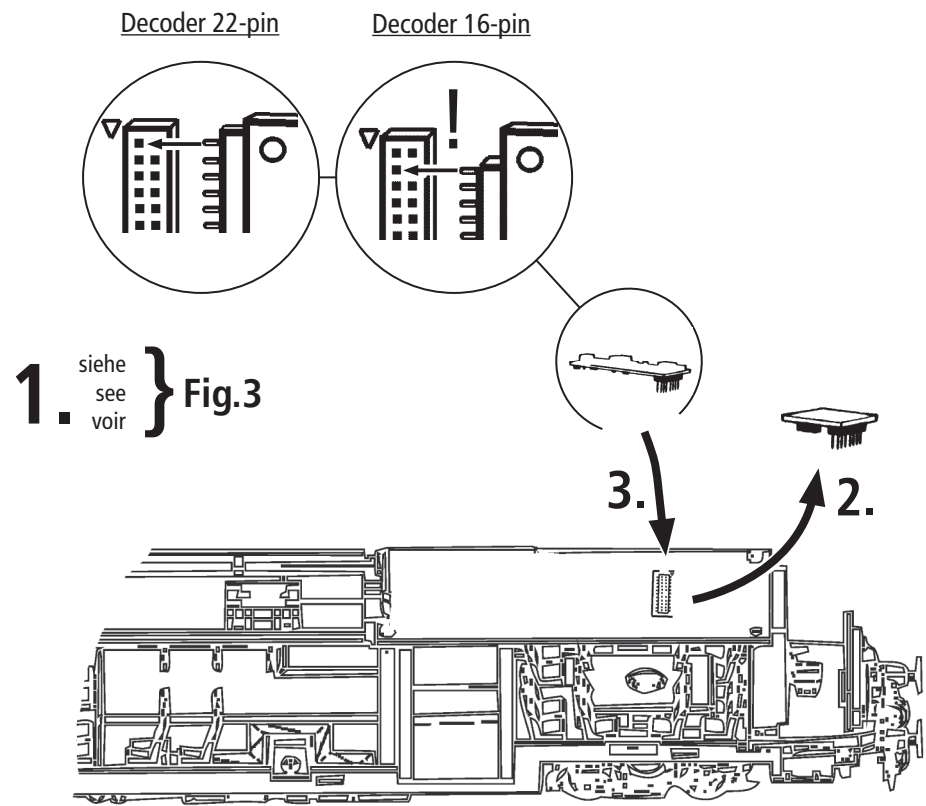

Fig. 5
2. Schmierung: Versehen Sie die im Schmierplan in Fig. 5 gekennzeichneten Stellen mit nur **kleinen Öltropfen**. Dazu zuerst das Lokgehäuse abnehmen (Fig. 3). Wir empfehlen den **ROCO Öler Art.-Nr. 10906**. Fürs Schmieren der Getriebeteile (Zahnräder, Schnecke) empfehlen wir das **ROCO-Spezialfett Art.-Nr. 10905**. Im Falle der Schmierung diese Teile **nicht ölen**.
2. Lubrication: Apply **tiny oil drops** to spots marked in fig. 5. Prior to lubrication dismantle locomotive (fig. 3). We recommend using item no. **10906, Roco oiler**. For lubrication the gearparts (e.g. cogwheels, worm) we would recommend our Roco **special grease** (item no. **10905**).
2. Graissage: N'appliquez **qu'une tout petite goutte** aux endroits indiqués par le plan de graissage (fig. 5) après avoir démonté la caisse de la locomotive (fig. 3). Nous vous recommandons **le graisseur à huile Roco réf. 10906**. Pour graisser les engrenages (roues dentées, vis sans fin) nous vous conseillons la **graisse spéciale Roco réf. 10905** pour engrenages en matières synthétiques. Lorsque vous utilisez cette graisse il faut éviter d'huiler ces composants.